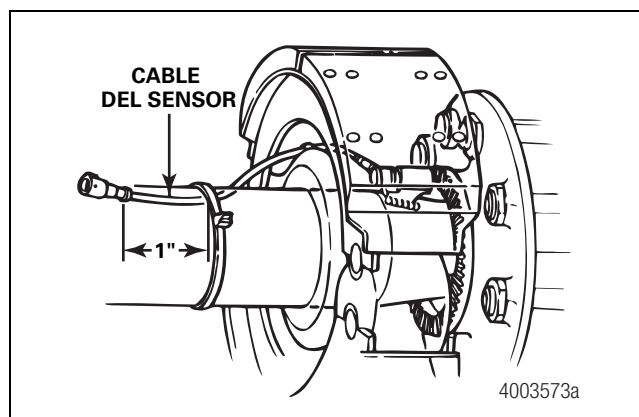

Figura A-2
4. Dirija el cable del sensor hacia la cámara del freno, por encima de la cruceta del freno o a través del orificio preestampado para los sensores del ABS. Diríjalo a la parte de atrás del eje. Asegure el cable al eje entre la cruceta del freno y los soportes de la suspensión. Continúe llevando el cable del sensor detrás de los asientos de los resortes. Asegure el cable al eje a una pulgada del tapón moldeado del sensor. Figura A-2.